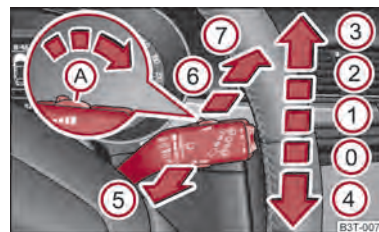

Abb. 51 Scheibenwischerhebel
Der Scheibenwischerhebel ⇒ Abb. 51 hat folgende Stellungen:
- Ist das langsame ② ⇒ Abb. 51 oder schnelle ③ Wischen eingeschaltet und die Geschwindigkeit des Fahrzeugs sinkt unter 4 km/h, wird automatisch in eine niedrigere Wischstufe geschaltet. Bei der Geschwindigkeitserhöhung über 8 km/h wird das vorherige Wischen wieder hergestellt.
Ist der Scheibenwischerhebel in der Stellung ② ⇒ Abb. 51 bzw. ③ kommt es bei einer Geschwindigkeit von mehr als 5 km/h alle 30 Sekunden bzw. 10 Sekunden zu einem Wischvorgang der Heckscheibe.
- Drücken Sie fünfmal hintereinander innerhalb von 5 Sekunden den Bedienungshebel in die Stellung ⑥ ⇒ Abb. 51.
Zum Reinigen der Scheinwerfer kommt es nach dem ersten und nach jedem fünften Bespritzen der Frontscheibe, wenn das Ablend- oder Fernlicht eingeschaltet ist und der Scheibenwischerhebel ca. 1 Sekunde in der Position ⑤ ⇒ Abb. 51 gehalten wurde.
- Drücken Sie danach innerhalb von 10 Sekunden den Scheibenwischerhebel in die Position ④ ⇒ Abb. 51 - die Wischerarme fahren in die Servicestellung.